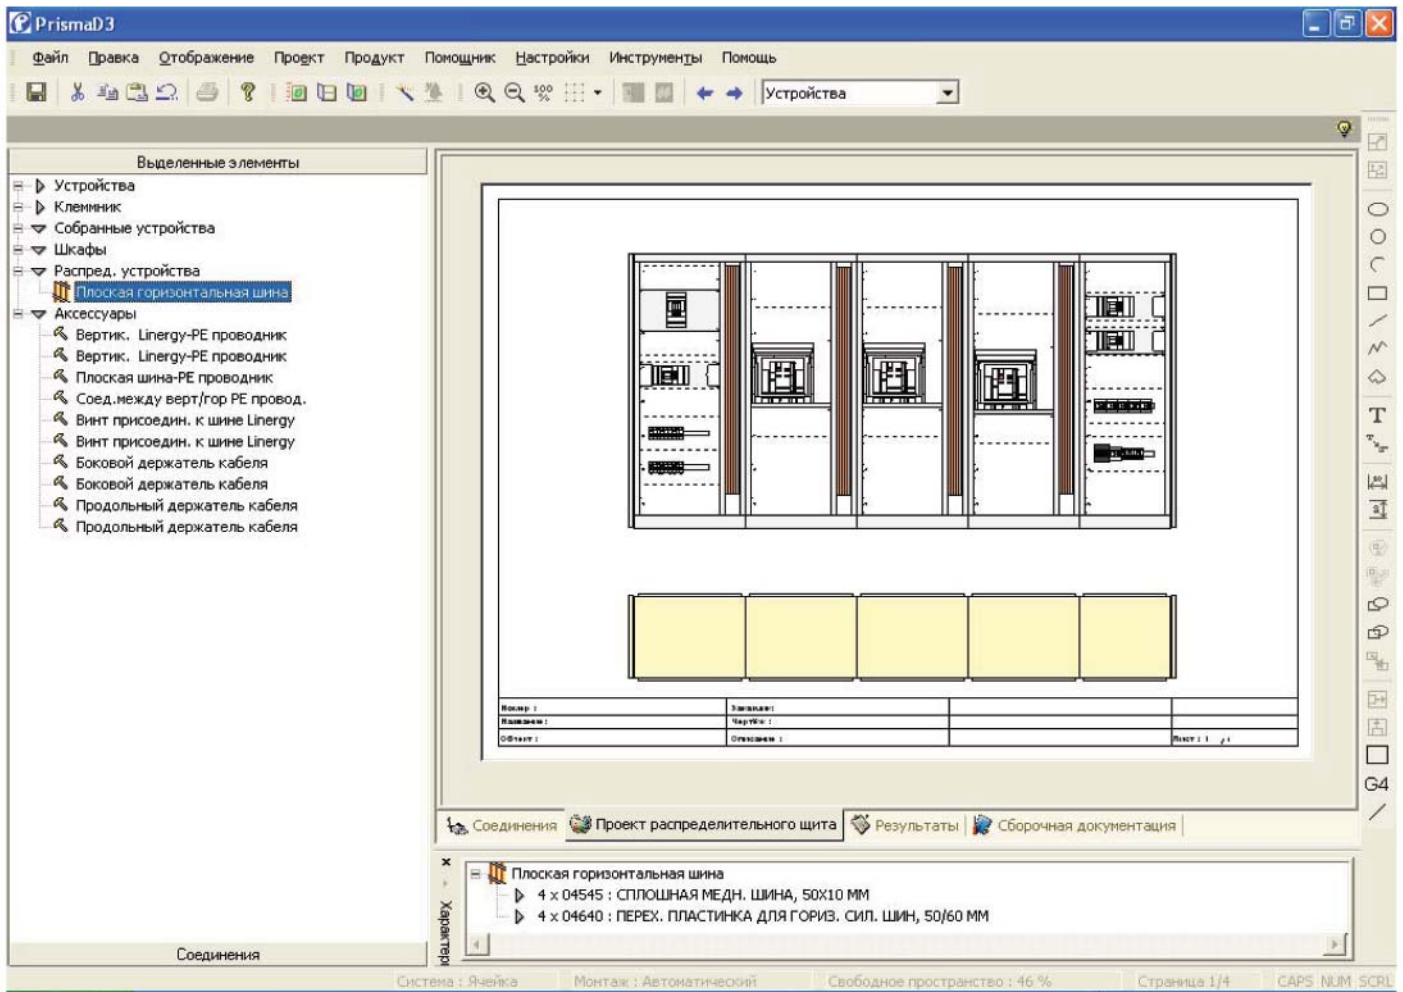

Рис. 117
33) Перетаскиваем функциональные единицы из области “Собранные устройства” в графическую область и устанавливаем их в ячейки (рис. 117). Программа